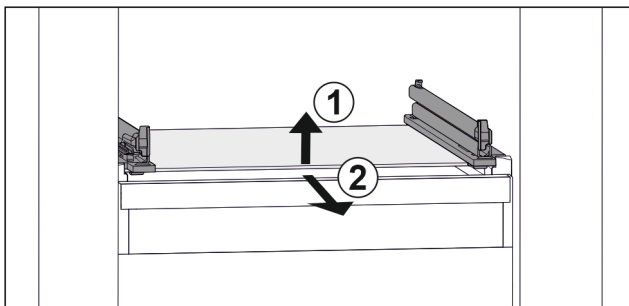

Fig. 79 Beispielhafte Darstellung der Glasplatte
- ▶ Glasplatte vorne anheben. Fig. 79 (1)
- ▶ Glasplatte nach vorne entnehmen. Fig. 79 (2)